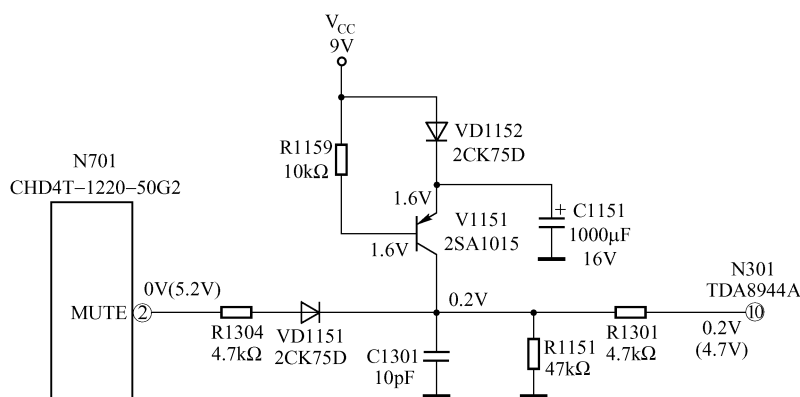

图 5-7 长虹 H2186W 机型中 N701 ②脚静音控制接口电路
在长虹 H2186W 机型中, N701 的②脚主要用于静音控制。其外部接口电路如图 5-7 所示。其中, V1151 为开关机静音控制管, VD1151 为隔离二极管, N301 (TDA8944A) ⑩脚为静音控制端。在正常收视听状态下, V1151 集电极输出 0.2V 低电平, N701 ②脚输出 0V 低电平, N301 ⑩脚呈 0.2V 低电平。关机时, 由于 C1151 放电使 V1151 正向导通, N301 ⑩脚呈 4.1V 高电平, 扬声器静音。正常工作时, 若 N701 ②脚输出高电平, N301 ⑩脚也为高电平, 此时扬声器静音。当无信号接收时, N701 ②脚在 CPU 控制下自动输出高电平, 以实现无信号静音功能。因此, 当该机出现无伴音故障时, 应注意检查 N701 ②脚电压及其外部接口电路, 特别是 V1151 是否有导通现象。